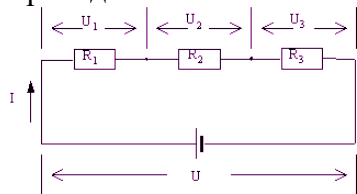

Рис. 1.
Рассмотрим схему последовательного соединения проводников, изображенную на Рис. 1. Напряжение на концах всей цепи складывается из напряжений на каждом проводнике: $U = U_1 + U_2 + U_3$, (1)